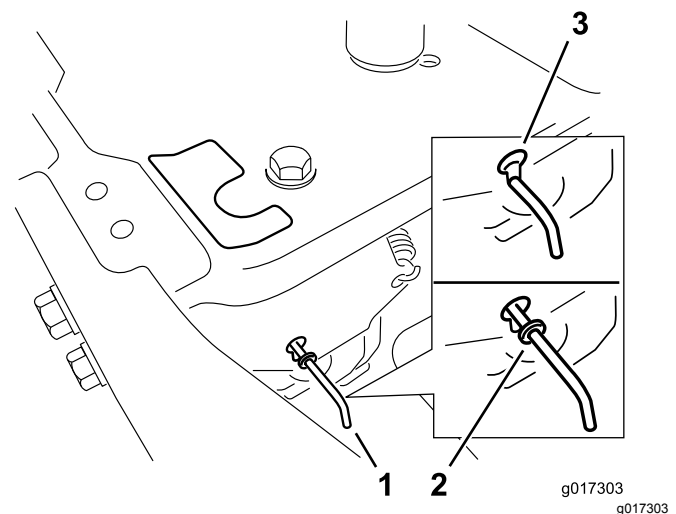

Figura 30
4. Mueva las palancas de desvío hacia delante a través del orificio y hacia abajo para bloquearlas en esa posición (**Figura 30**).
Mueva las palancas de desvío hacia atrás a través del orificio y hacia abajo para bloquearlas en esa posición, según se muestra en Figura 30.